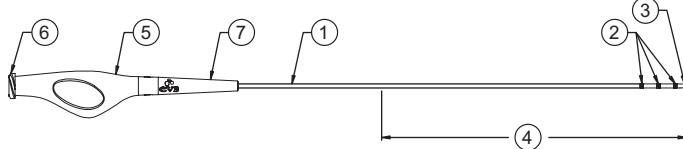

Abbildung 1. TrailBlazer Support-Katheter
Wie in Abbildung 1 gezeigt, verfügt der distale Katheterschaft über drei Röntgenmarkierungen (2), die bei der Positionierung des Katheters helfen. Der distale 40-cm-Abschnitt des Katheters (4) ist mit einer hydrophilien Beschichtung versehen. Das proximale Lumen (6) beginnt innerhalb des Verteilers (5), läuft durch den Katheterschaft und endet an der distalen Spitze. Dieses Lumen dient dazu, den Katheter über einen Führungsdräht zu führen. Die maximalen Durchmesser von kompatiblen Führungsdrähten sind in Tabelle 1 mit den Größenangaben aufgeführt. Größe und Länge des Katheter-Führungsdräts sind auf die Zugentlastung (7) aufgedruckt.